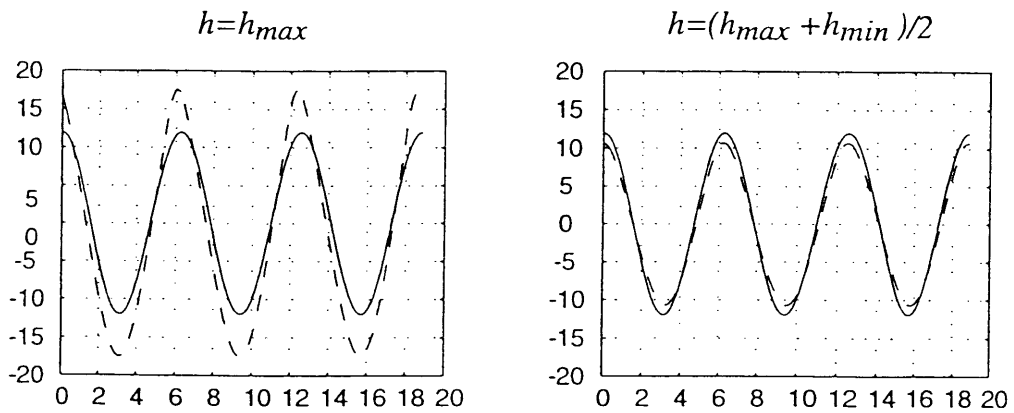

Figure 9: évolution des déplacements
Le traitement numérique de ces équations conduit aux courbes reportées figures 9 et 10 .
La figure 9 représente le déplacement du point D (en pointillés) et la projection horizontale du déplacement du point A ( trait fort) en fonction de l'angle  $\alpha$  (rad).
**Q22-** D'après les courbes des figures 9 et 10 , par quelle loi simple peut-on approximer l'évolution du déplacement du point D par rapport au bâti.